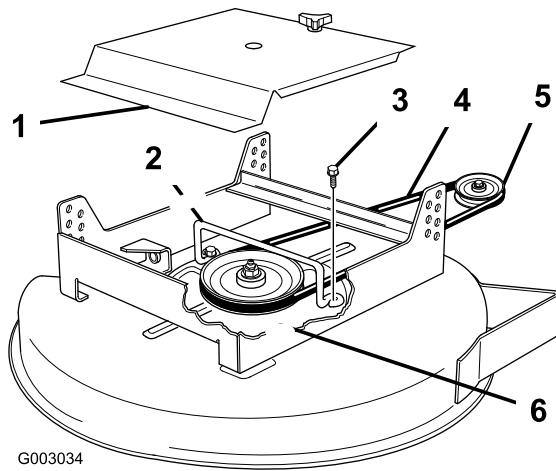

Figure 44
- Enlevez les deux boulons à embase qui fixent le guide de courroie en haut du plateau de coupe, et enlevez le guide de courroie (Figure 44).
6. Installez la courroie de transmission neuve autour de la poulie d'entraînement sur le groupe de déplacement et de la poulie d'axe (Figure 44).
7. Montez le guide de courroie sur le plateau de coupe avec les deux boulons à embase. Les boucles formées doivent être face à l'arrière de la tondeuse (Figure 44).
10. Montez le couvercle sur le plateau de coupe, puis serrez le bouton (Figure 44).